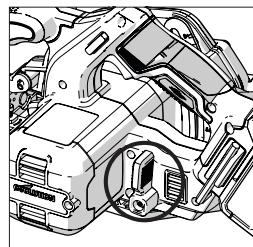

Abb.10
- Lösen Sie die Verriegelung für die Einstellung der Schnitttiefe, indem Sie den Bedienhebel nach oben ziehen. (**Abb. 10**)